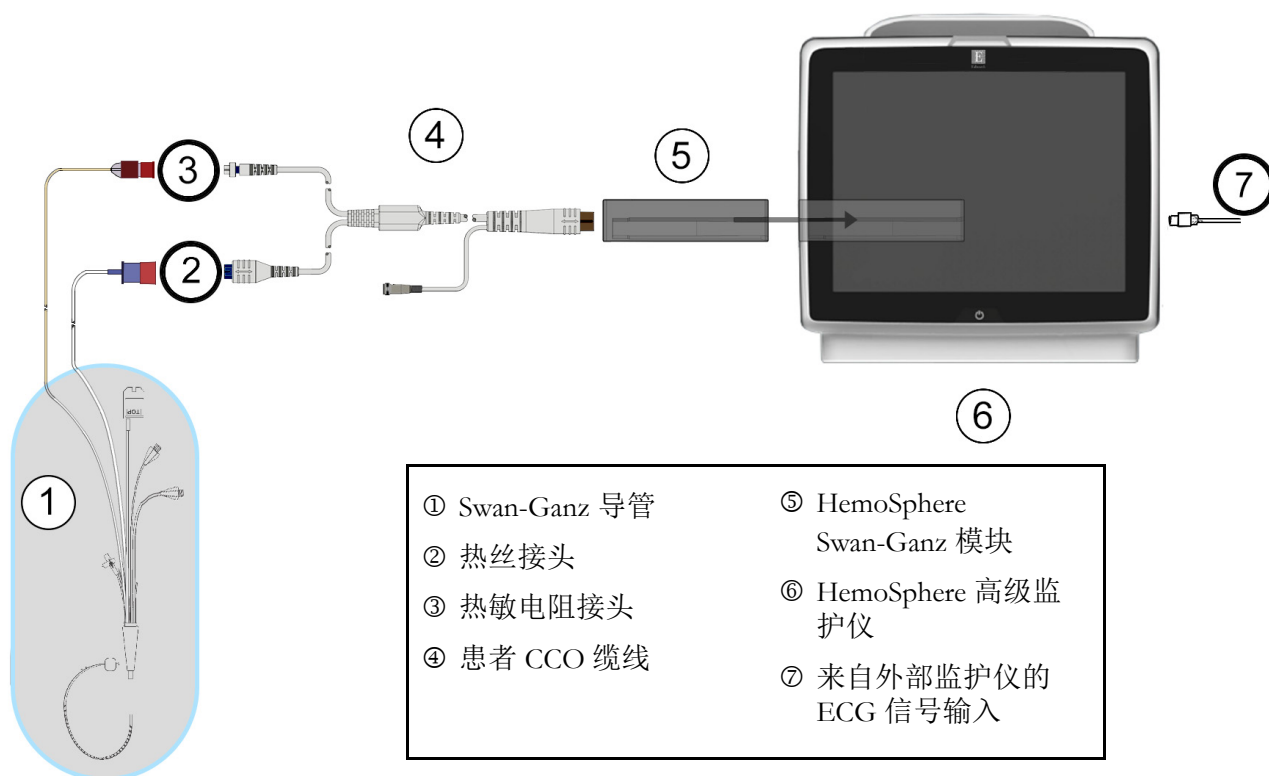

图 9-7 EDV/RVEF 连接概览
- 2 将患者缆线的导管端连接到 Swan-Ganz CCombo V 导管的热敏电阻和热丝接头上。在图 9-7 中，这些接头以 ② 和 ③ 标出。